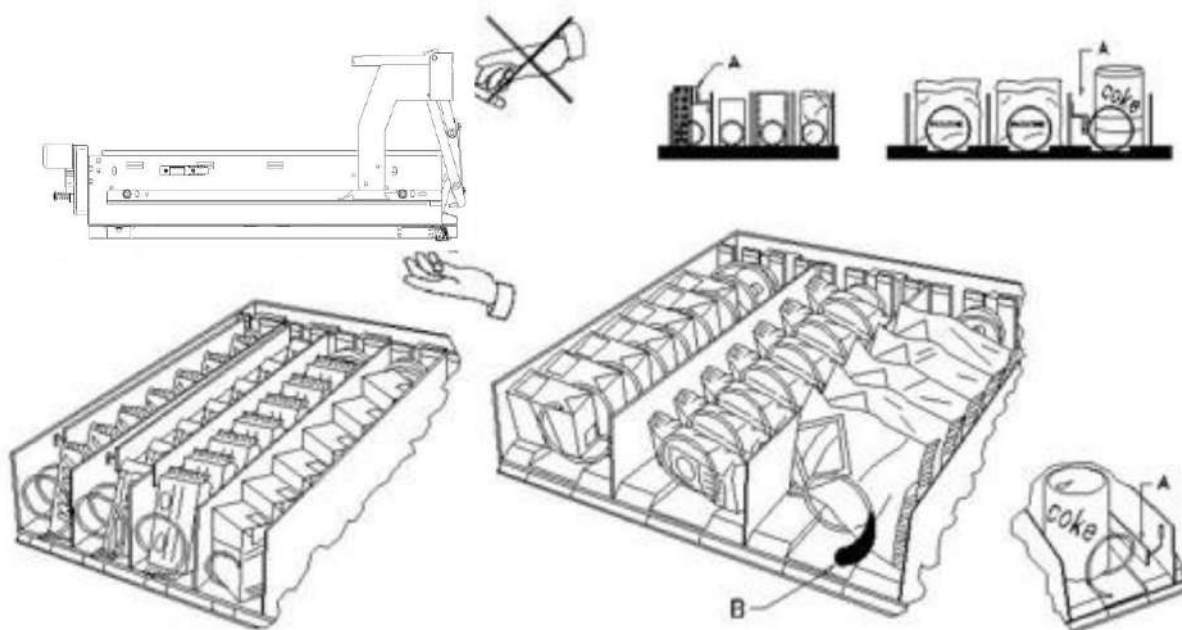

Abb. 3
8.2 TRENNWÄNDE FÜR PRODUKTE IN DEN SCHUBLADEN (Abb. 3)
8.3 AUSSTOßER FÜR PRODUKTE (Abb. 3)